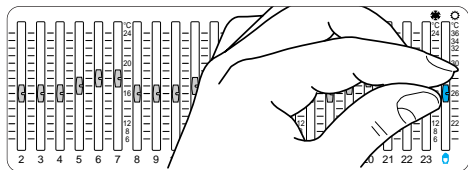

Fig. 25
**8.2** - Portare il cursore  (fig. 25) in corrispondenza della temperatura desiderata (riferendosi alla scala 6 ÷ 24 °C per il programma di riscaldamento).